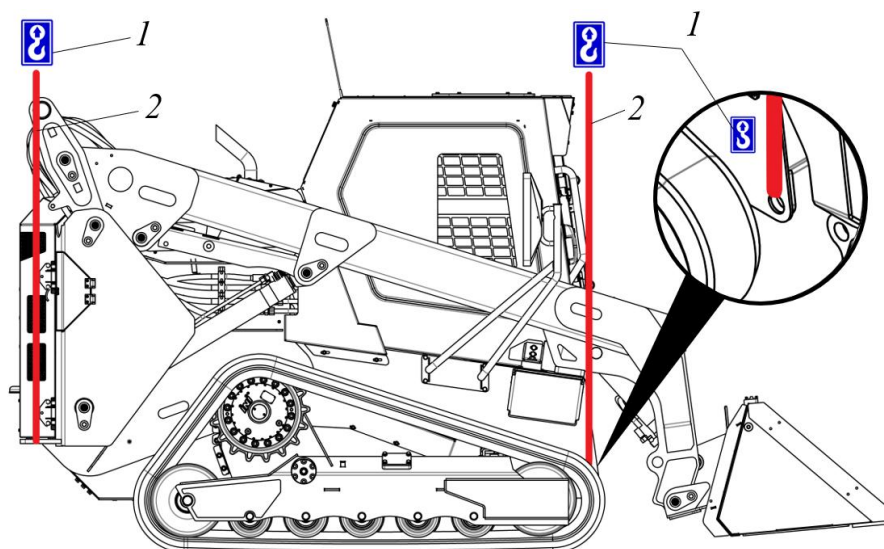

Рисунок 3.83. Погрузка машины краном
- Закрепить строповочное устройство (цепь или канат) поз. 2 спереди и сзади в отмеченных точках строповки/подъема поз. 1, рис. 3.83.